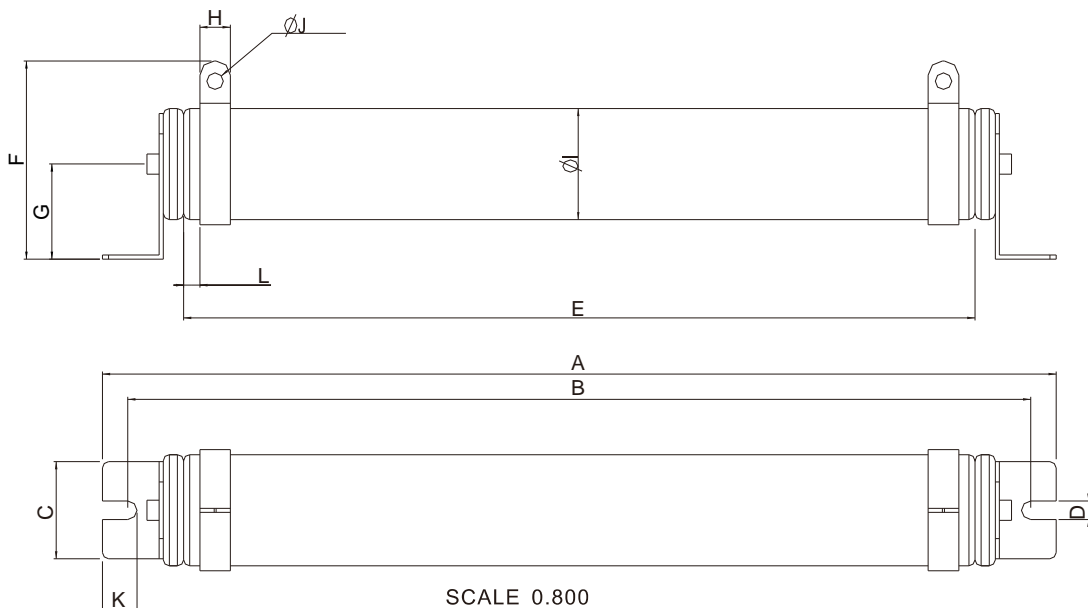

图 7-1
1.1 绕线电阻：1000W (含) 以上使用。详细规格请参考以下绕线电阻外观图 (图 7-1) 及其型号与规格对照表 (表 7-5)。